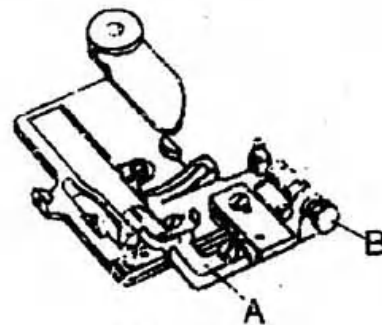
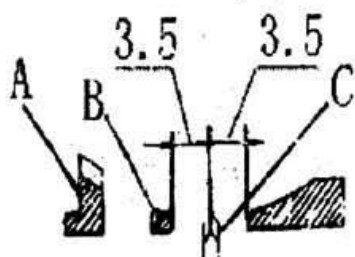
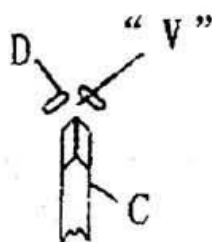

图 12
图 25
图 26
### 3. 料板压力调节（图12）
(1) 左右位置 抬料轮“C”的中心位置应与针板“A”上的压料板槽中心位置重合(图25); 压料板“D”的V形槽中心位置与抬料轮“C”中心位置重合(图26)。
②旋松卡圈“D”的锁紧螺钉“E”及曲柄“F”的锁紧螺钉“G”后将抬料轴左右移动，使抬料轮处于标准位置(图25)时将锁紧螺钉“E”及“G”旋紧，并应保持抬料轴无轴向窜动，但能灵活摆动，且与左右压脚板互不相碰。
③旋松压料板螺钉“A”，左右移动压料板“D”（图 12）使压料板 V 形槽中心与抬料轮中心重合（图 26）时，旋紧压料板螺钉。